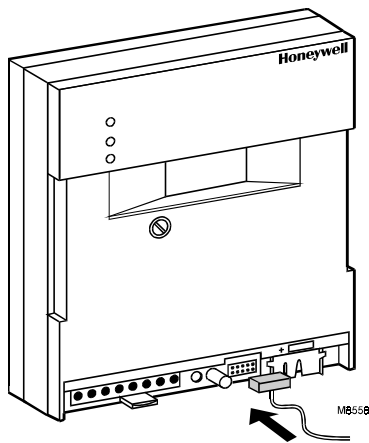

Fig. 17. Raccordement pour le téléchargement.
- ❶ Réaliser le raccordement nécessaire à l'opération de téléchargement. Voir Fig. 17.
- ❷ Dans le cas d'un module doté du logiciel rév. 1 (série 1000 sauf mise à niveau), procéder comme indiqué dans la documentation FR4B-2951.